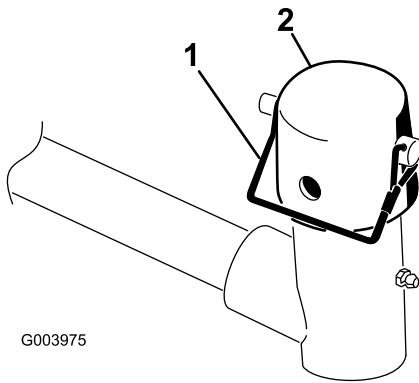

Figura 9
7. Retire el pasador de seguridad y el tapón de la horquilla de pivote del brazo de elevación (Figura 9).
11. Sujete el tapón y el eje del bastidor de tiro a la horquilla del brazo de elevación con el pasador de alambre. Utilice la ranura si se desea que la unidad de corte sea dirigible, y utilice el taladro si la unidad de corte va a quedar bloqueada en una posición fija (Figura 9).